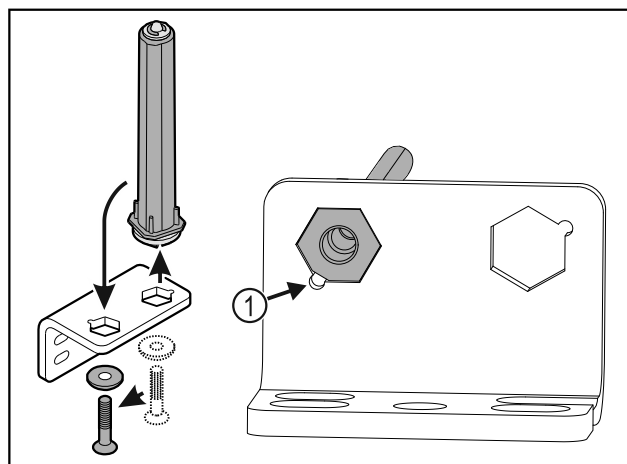

Fig. 15
- Verificare che durante l'inserimento lo smusso del perno Fig. 15 (1) sia rivolto verso il foro circolare.